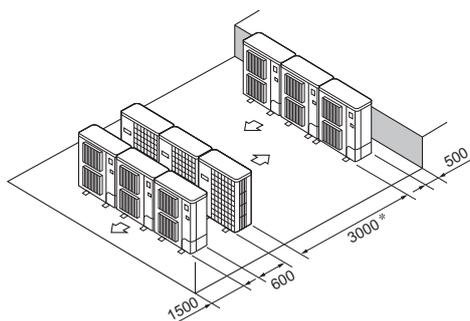

Fig. 2-13
- ⑥ Flere parallelle enhedsarrangement (Fig. 2-13)